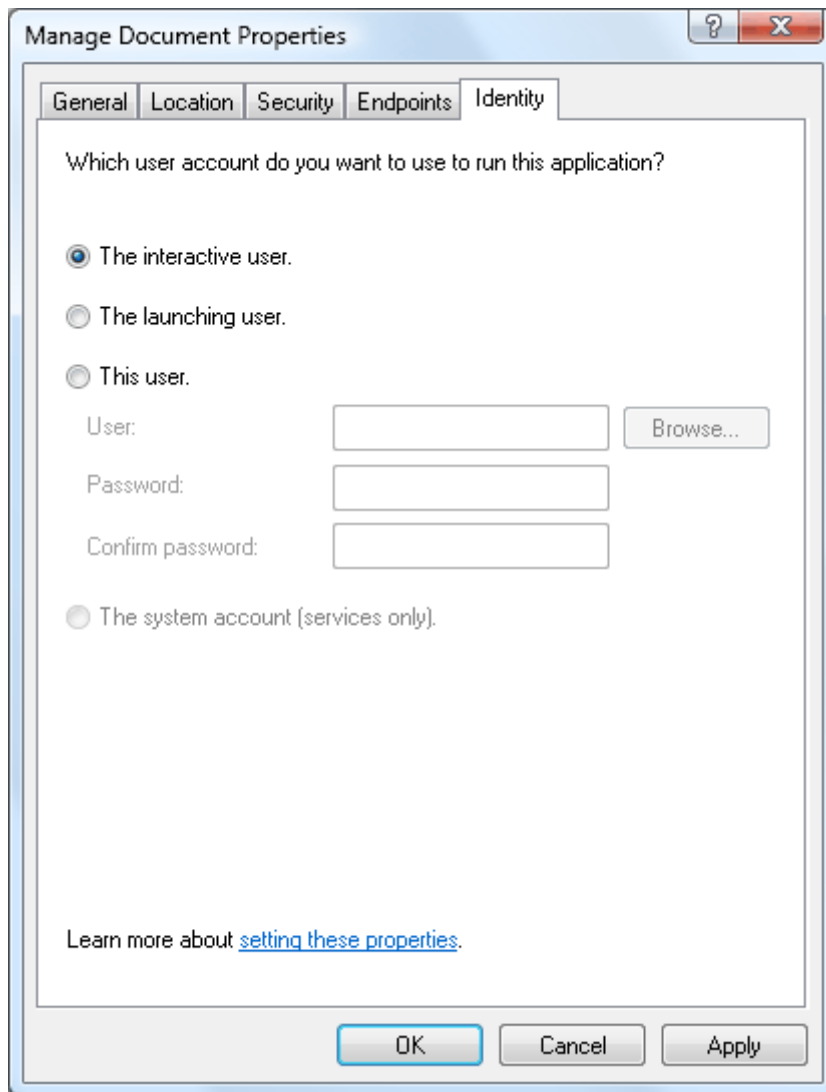

Figura 4-18: Ventana Administración de propiedades del documento - Pestaña Identidad
6. Seleccione la pestaña **Identity** (Identidad), como se muestra en la Figura 4-18.